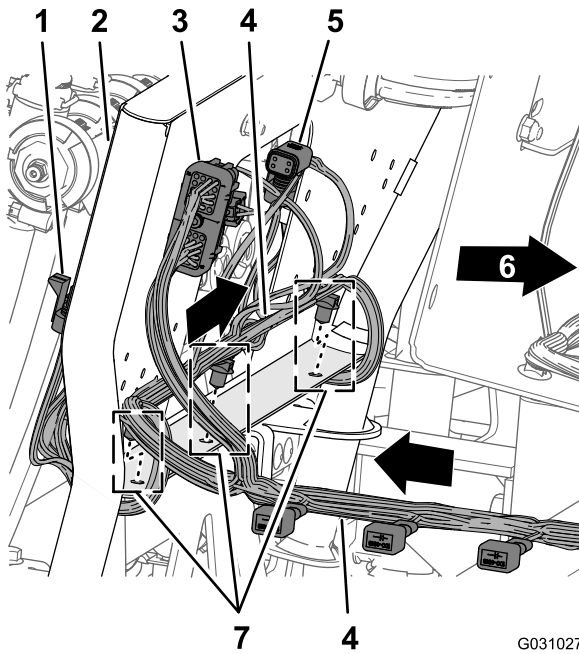

Figura 99
- Enrute la rama de 203 cm del arnés de cables por detrás del soporte de 10 válvulas con los 10 conectores de las válvulas de boquilla hacia atrás y por debajo de las válvulas (Figura 99).
2. Introduzca las fijaciones a presión de la rama de 203 cm del arnés de cables en los orificios de la pestaña inferior del soporte de 10 válvulas (Figura 99).